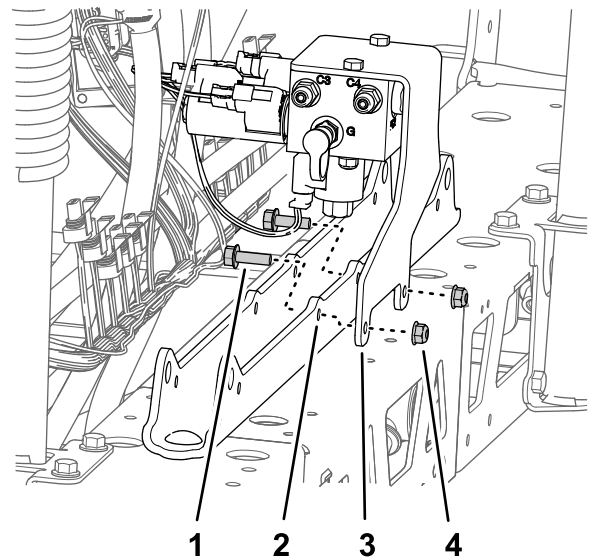

Figura 94
- A. Alinee los orificios del soporte del distribuidor de elevación con los orificios del soporte de los cilindros (Figura 94).
- B. Monte el soporte del distribuidor en el soporte de los cilindros (Figura 94) con los 2 pernos con arandela prensada (5/16" x 1") y la contratuerca con arandela prensada (5/16") que retiró en el paso 1 de Retirada del distribuidor de